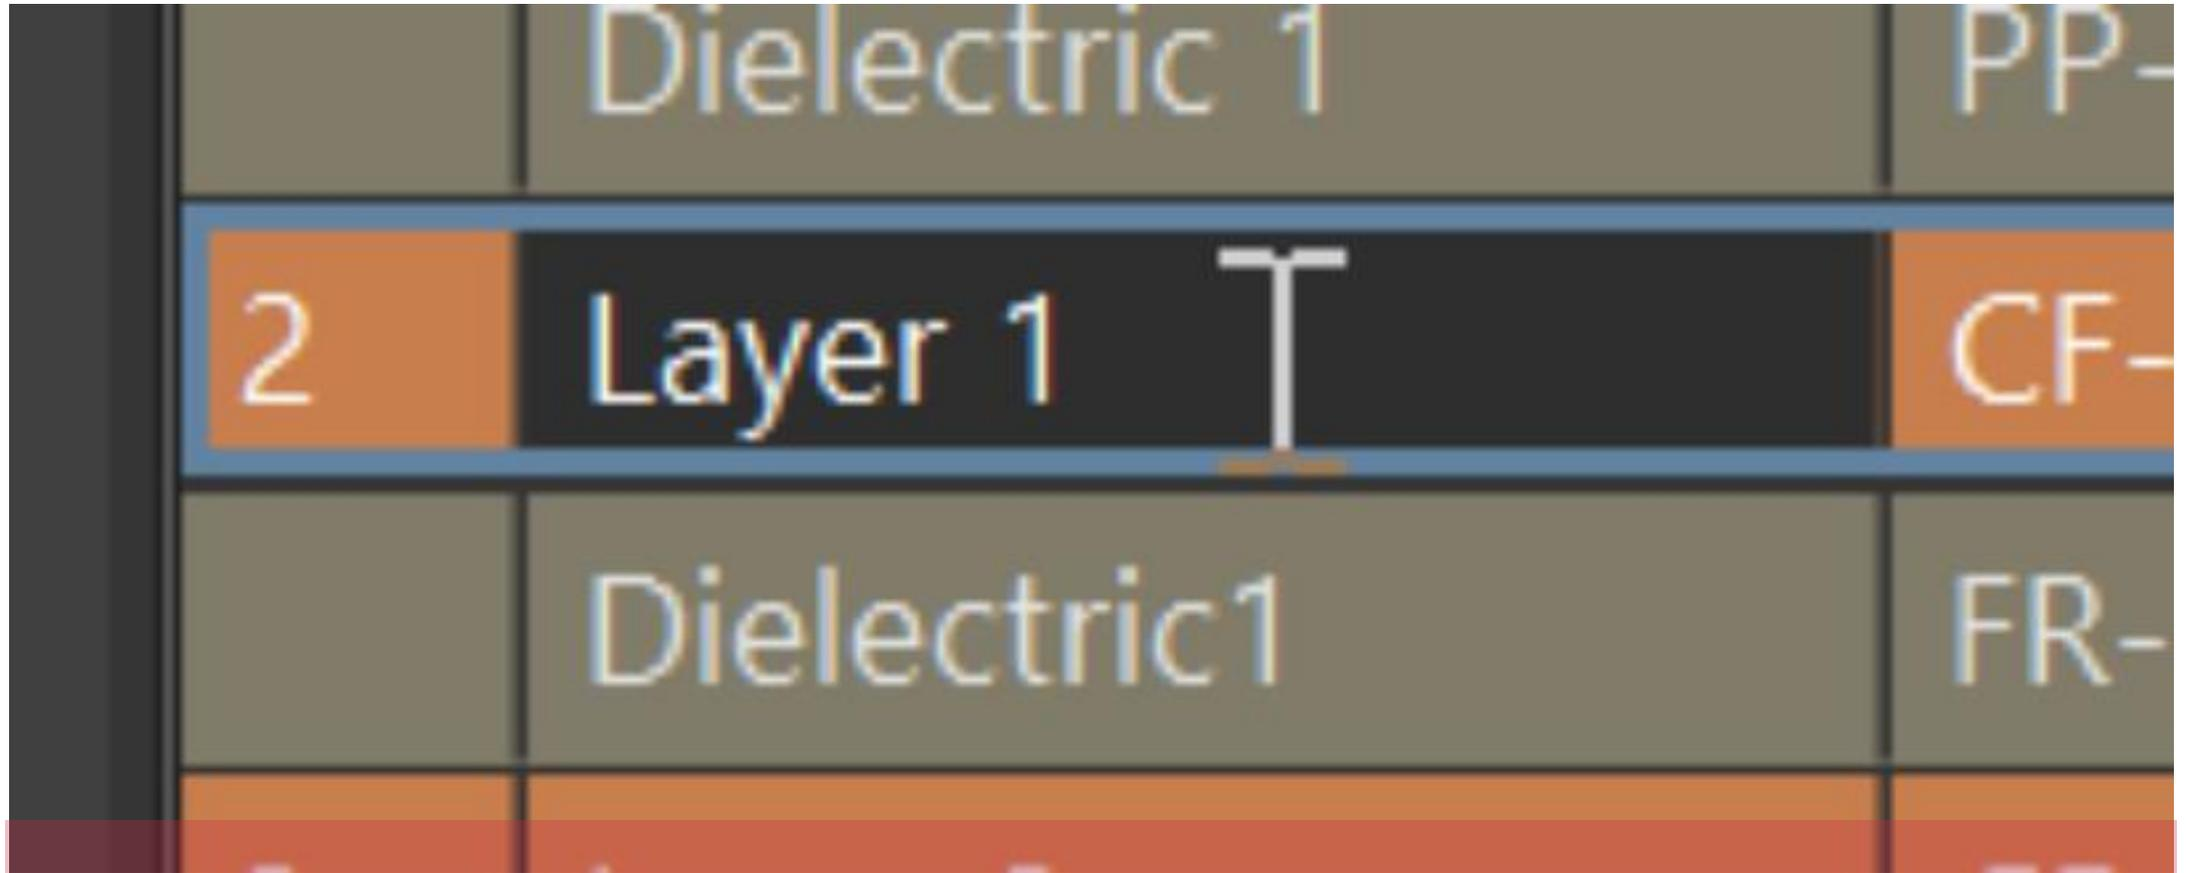

图7-83 修改层名
4.修改层的名称，将光标移动到层后，修改名字，如图7-83所示